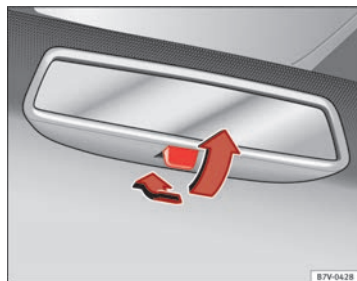

Fig. 71 Specchietto retrovisore antiabbagliamento manuale.
- Per rendere più scuro lo specchietto retrovisore, spostare la levetta all'indietro ⇒ fig. 71.